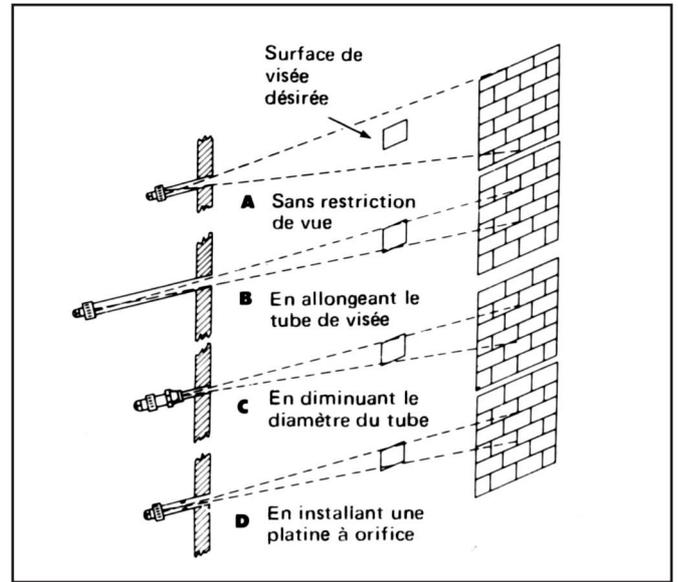

Fig. 2 Méthodes de réduction du champ de visée du détecteur.
La Fig. 2 montre trois moyens de réduire le champ de visée lorsque la distance entre l'ouverture de visée de la flamme et les réfractaires ne peut être changée. Ce sont (1) l'allongement du tube de visée, (2) la réduction du diamètre du tube de visée, et (3) l'installation d'une platine avec un orifice ajouté sur la cellule. La combinaison de ces méthodes peut être utilisée.
- aussi petite que possible (réduire le champ de visée - Voir Fig. 2 et 3).
La surface des réfractaires chauds observée doit être aussi petite que possible, en accord avec une visée correcte de la flamme. Se reporter aux Fig. 2 et 3 pour les méthodes de réduction de la surface des réfractaires chauds observée.